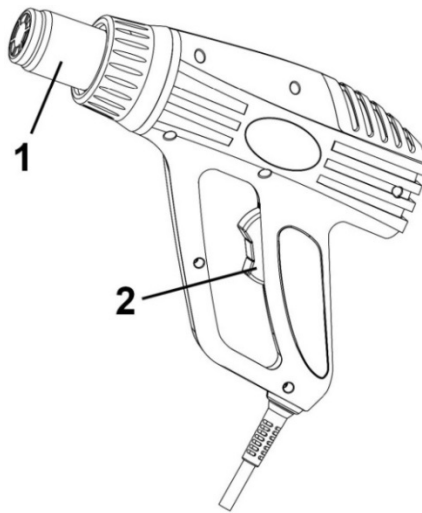

Рисунок 1
2.2.1 Конструкція виробу вміщена в корпус з термостійкого пластику і складається з наступних основних частин: нагівального блоку в складі нагівального елемента спірального типу в термоізолюючому кожусі з вихідним сталевим соплом нагрітого повітря (1); компресорного блоку у складі колекторного двигуна змінного струму з відцентровим повітряним компресором; перемикач/вимикач температурних режимів (2), – згідно рис.1. Електрична частина виробу складається з колекторного однофазного електродвигуна змінного струму, перемикача електроструму, електронного блоку управління з регулятором температури, з'єднувальних проводів і мережевого шнура. Захист від ураження електричним струмом користувача у виробу відповідає класу II за ДСТУ EN 61140:2015.